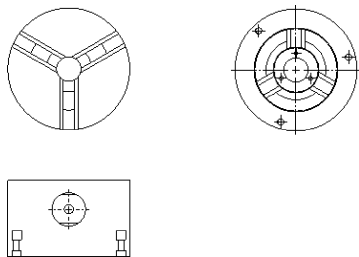

图 7-86 创建投影视图效果
STEP 4 单击“工程图”工具栏中的“投影视图”按钮, 选择“步骤 3”旋转了的标准视图, 向上拖动并单击, 创建一个投影视图。然后向下拖动, 再按住〈Ctrl〉键拖动, 在右侧单击创建此方向上的投影视图, 如图 7-86 所示。